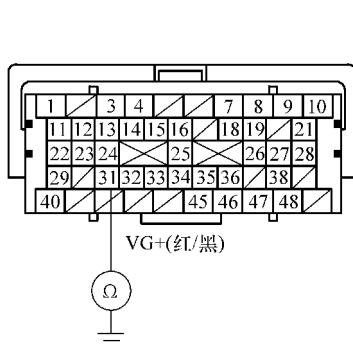

图 5-90 检查 B31 端子与车身
11) 如图 5-90 所示, 检查 ECM/PCM 插头 B31 端子与车身搭铁线之间的导通性, 是否导通?